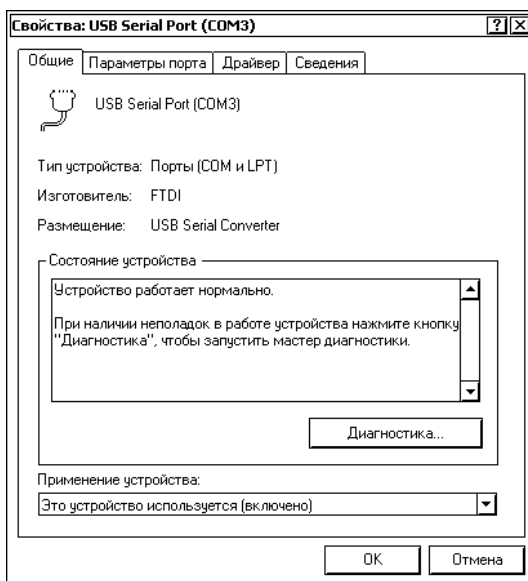

Рис. 43
3. Если номер виртуального COM-порта больше 4, то его необходимо изменить так, чтобы он был в диапазоне COM1 – COM4. Для этого подведите указатель к строке «USB Serial Port» и нажмите правую кнопку мыши. В появившемся списке выберите строку «Свойства» (Рис.43).